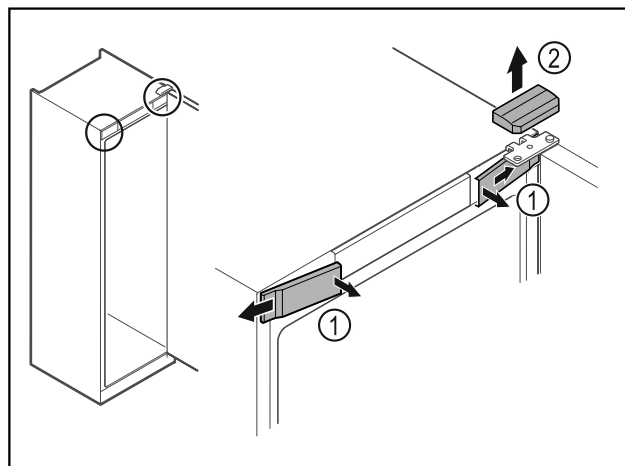

Fig. 16
- ▶ Uvolněte uvnitř přední kryty Fig. 16 (1) a sejměte je stranou.
- ▶ Horní kryt Fig. 16 (2) odeberte směrem nahoru.